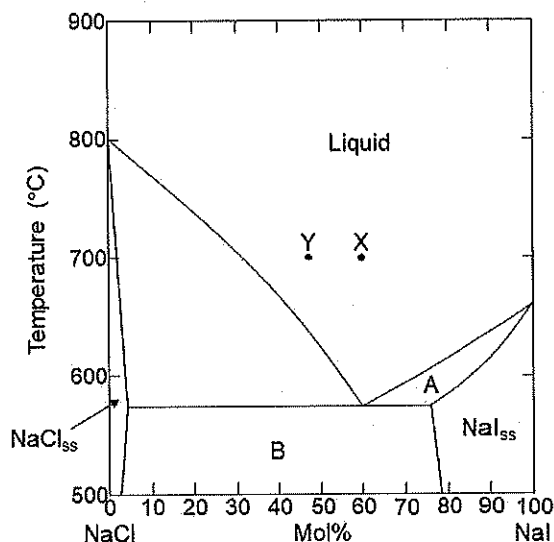

図1
(1) 図1はNaCl-NaI 擬二成分系状態図である。以下の問1) ~4) に答えなさい。